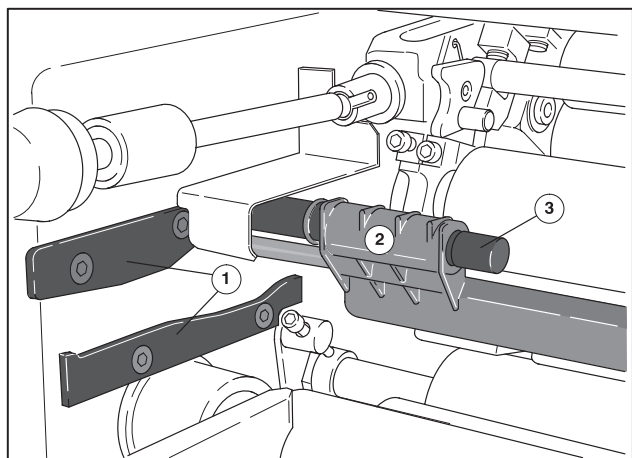

Рис. 7 Ванна для увлажняющего раствора, ПС 1
- ❶ Отсоединить заднюю кромку ванны для увлажняющего раствора (Рис. 7/❷) от боковых опорных болтов (Рис. 7/❸) и вынуть из машины между направляющими (Рис. 7/❶).
- ❶ Задвинуть ванну в машину под двумя опорными болтами (Рис. 7/❸). При этом боковые болты на ванне продвинуть между направляющими в боковой стенке (Рис. 7/❶).
- ❷ Подвесить заднюю кромку ванны для увлажняющего раствора (Рис. 7/❷) на двух боковых опорных болтах (Рис. 7/❸).